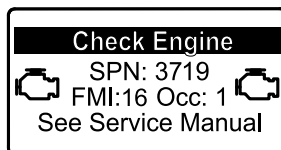

Figura 43
- Si es necesario realizar la regeneración con la máquina aparcada, el InfoCenter muestra la advertencia del motor SPN 3719, FMI 16 (Figura 43) y el ordenador del motor reduce la potencia del motor al 85 %.